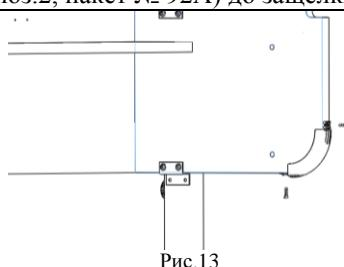

Рис.13
- 5.1.10. Накладки декоративные, в сборке по п. 5.1.9, закрепить с помощью саморезов с потайголовкой 4x12 мм (поз.7, пакет №107), см.рис.13. Поверх накладки декоративной, в местах крепления ее к стенке боковой, установить заглушку (поз.2, пакет № 92А) до защёлкивания, см. рис. 13а.
Рис.13а